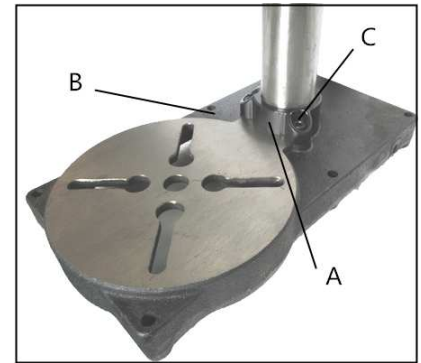

Fig 1
Monter la colonne (A, Fig 1) sur le socle (B) puis serrer les trois vis à six pans creux (C) pour la fixer.